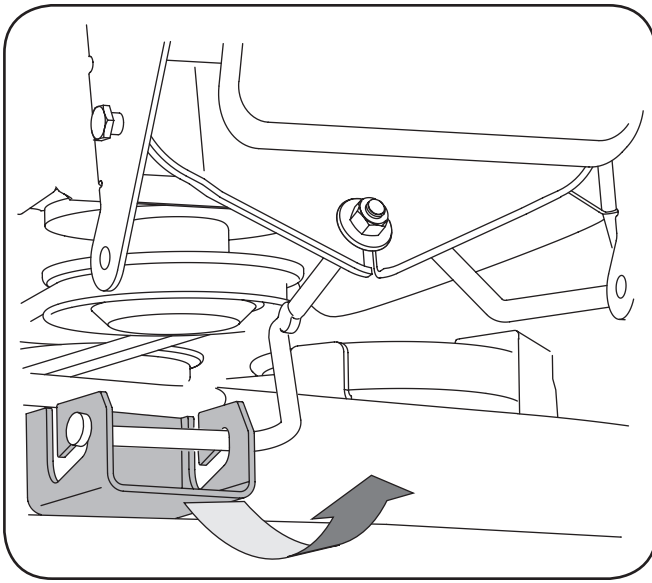

Figura 7-4
8. Deslice suavemente la plataforma de corte hacia la parte delantera del tractor cuidadosamente los ganchos de guía en la cubierta fuera de la barra estabilizadora de la cubierta. Véase la figura. 7-4.